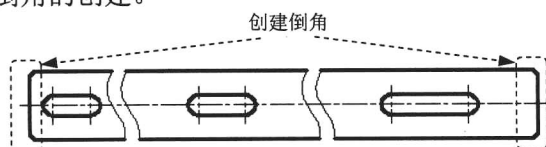

图 1.1.13 创建倒角
Step7. 创建图 1.1.13 所示的倒角。
(1) 选择下拉菜单 **修改(M) → 倒角(F)** 命令; 在命令行中输入字母 D 并按 Enter 键, 在指定 第一个 倒角距离 <0.0000>: 的提示下, 输入数值 2 并按 Enter 键; 在指定 第二个 倒角距离 <2.0000>: 的提示下, 输入数值 2 并按 Enter 键 (或直接按 Enter 键); 输入字母 T 并按 Enter 键, 再次输入字母 T 后按 Enter 键 (即选取 “修剪模式”), 分别选取要进行倒角的边线。
(2) 按 Enter 键以重复执行倒角命令, 分别选取要进行倒角的两条直线。
(3) 重复上述操作, 完成图 1.1.13 所示倒角的创建。